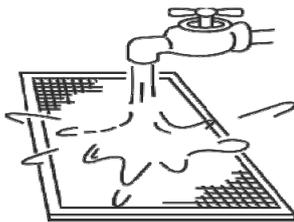

Abb. 6-3
- Die Innenluft sollte nach unten wandern, wenn Sie Wasser verwenden (siehe Abb. 6-3).